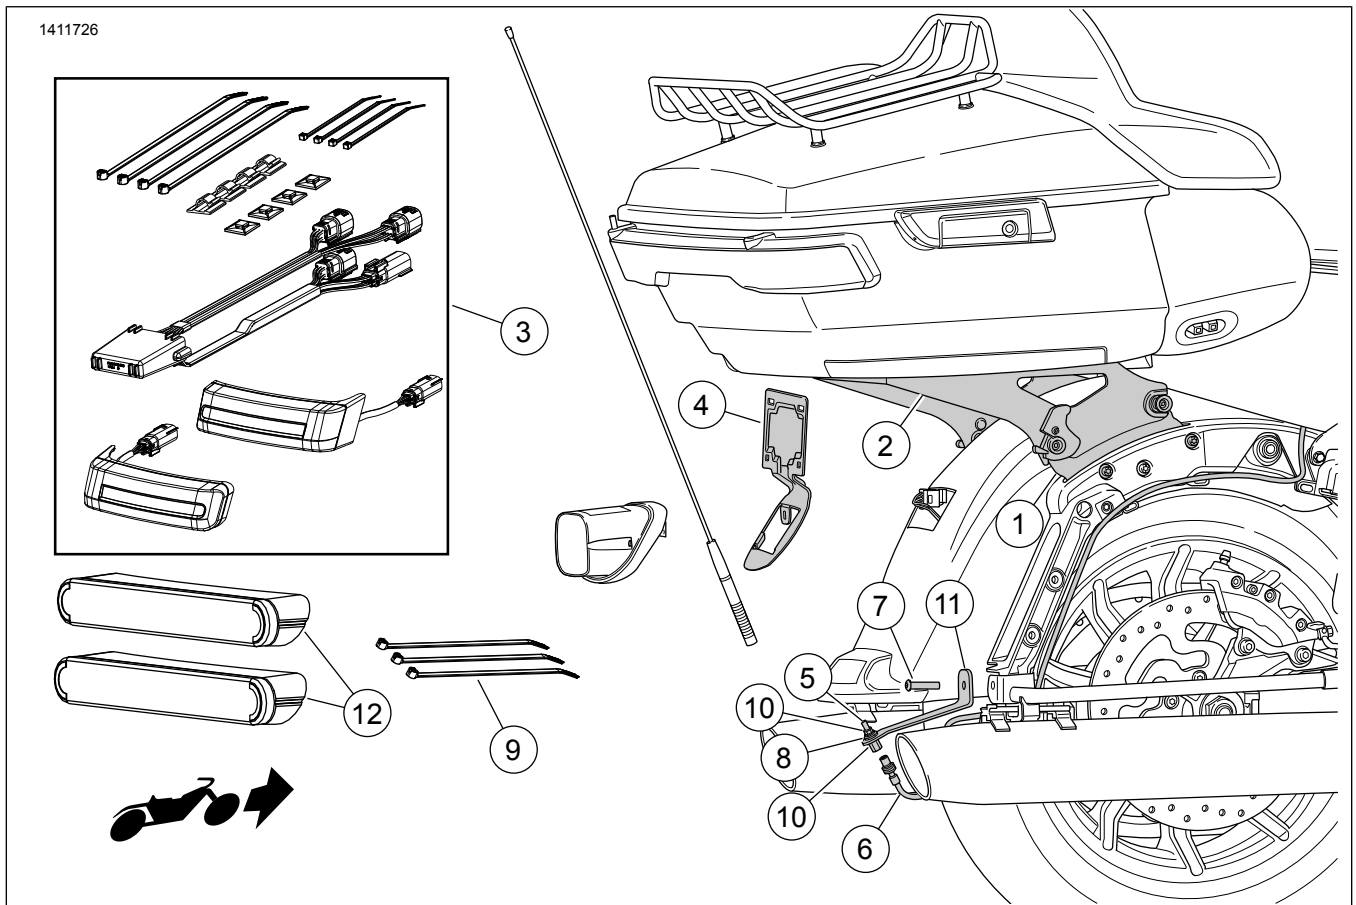
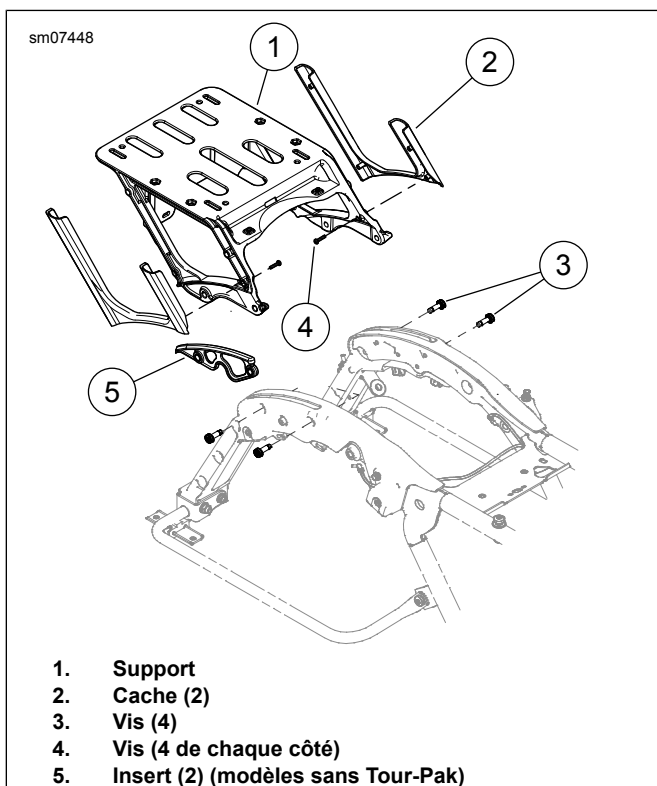
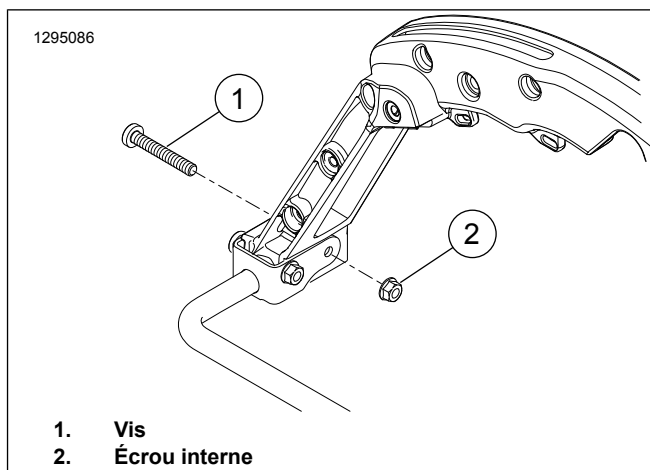
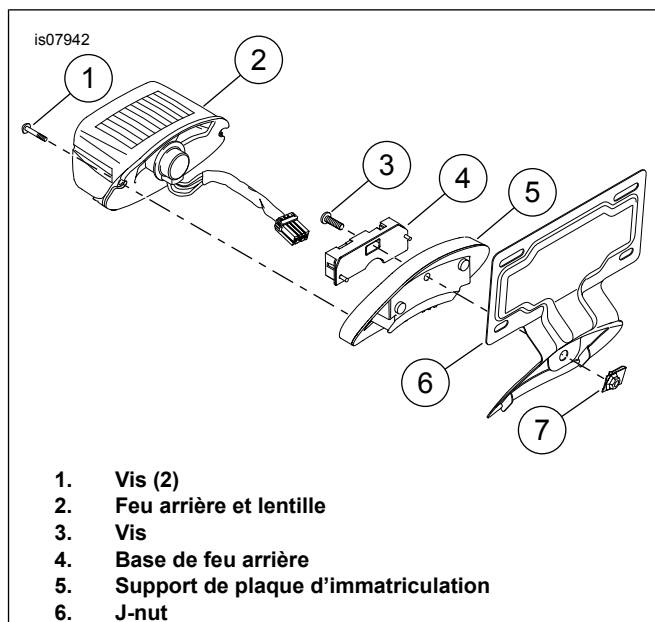

Figure 1. Contenu du kit : Rail de support du Tour-Pak Detachable
Figure 5. Support du Tour-Pak
Figure 6. Retrait de vis d'origine
Figure 7. Installer le support de plaque d'immatriculation
- a. Consultez Figure 5 . Retirer les connecteurs de faisceau des ancrages sur le support (1).
- b. Retirer les deux vis (3) de chaque côté.
- 7. Consultez Figure 7 . Retirer le feu arrière et sa base.
- a. Enlevez les vis (1).
- b. Débrancher et enlever le feu arrière et la lentille (2).
- c. Noter l'emplacement des connecteurs sur la base (4) du feu arrière pour faciliter l'installation.
- e. Retirer la vis (3) et la base du feu arrière.
- 9. Consultez Figure 6. Retirer l'écrou (2) interne droit. Jeter la vis (1).
- 1. Consultez Figure 1 . Installer le kit de matériel d'amarrage (1) selon les instructions dans **ce** kit.
- 2. Installer le kit (3) de feu à DÉL allumage/freinage/virage de sacoche selon les instructions dans **ce** kit.
- 3. Consultez Figure 7 . Installer le support de plaque d'immatriculation.
- a. Installer le support (5) de plaque d'immatriculation dans le garde-boue.
- c. Installer le feu arrière sur le support de plaque d'immatriculation. Fixer à l'aide de la vis (3).
- e. Connecter le feu arrière et la lentille à la base du feu. Installer le feu arrière et la lentille à la base et fixer à l'aide des vis (1).
- 4. Voir la Figure 5. Repositionner l'antenne de la radio.
- a. Installer le support (2) de repositionnement d'antenne. Fixer avec les vis (1) et l'écrou retiré précédemment. Serrer.
- e. Installer la base du mât d'antenne (joint) (6) sur l'extension de câble d'antenne.
Consultez Figure 1 . Marquer l'emplacement du réflecteur (12).